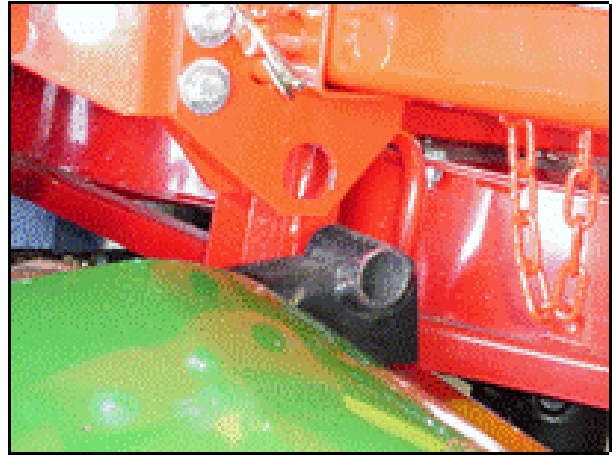

Figure 8 : Supports de montage à l'arrière du ProPass
3. Arrêtez-vous lorsque le support de montage arrière gauche du longeron du véhicule de travail se trouve juste sous et entre les bras du support de montage, du côté arrière gauche du ProPass (Figure 8).